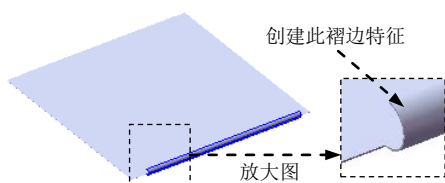
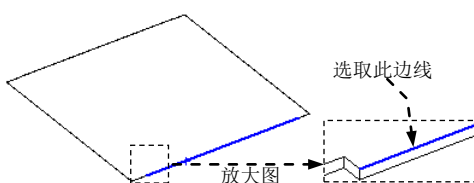

图 17.11.24 创建褶边 1
图 17.11.25 定义特征的边线
Step4. 创建图 17.11.24 所示的褶边 1。
(1) 选择命令。选择下拉菜单 **插入(I)** → **钣金(B)** → **褶边(E)...** 命令。系统弹出“褶边”对话框。
(2) 定义特征的边线。单击 **边线(E)** 区域中的“折弯在外”按钮 。选取图 17.11.25 所示的模型边线为生成褶边的边线。
(3) 定义褶边类型和大小。在 **类型和大小(T)** 区域中，单击“滚轧”按钮 。在 文本框中输入角度值 180。在 文本框中输入 6.0。
(4) 单击 按钮，完成褶边 1 的创建。